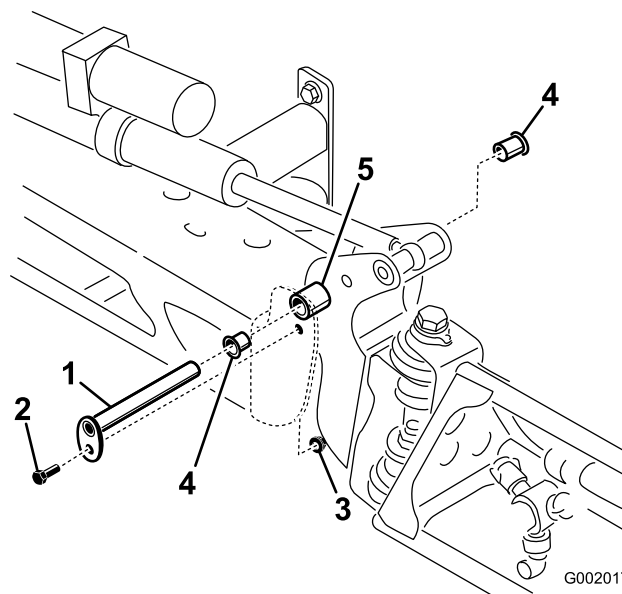

Bild 72
5. Nehmen Sie die Nylonbüchsen vorne und hinten an der Schwenkhalterung ab und prüfen Sie sie (Bild 72). Ersetzen Sie beschädigte Büchsen.
7. Montieren Sie den Ausleger und die Schwenkhalterung im mittleren Rahmen und richten Sie die Öffnungen aus (Bild 72).
3. Wenn das Gewicht des Auslegers abgestützt ist, nehmen Sie die Schraube und die Mutter ab, mit denen der Lagerbolzen am Ausleger befestigt ist (Bild 72). Nehmen Sie den Lagerbolzen ab.